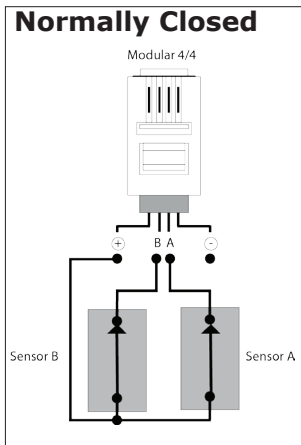

Fig. 2
Anslut larmgivaren till kabeln enligt fig 2 (NO) eller fig 3 (NC). Observera att du kan ha olika inställning (N.O. respektive N.C.) på de två ingångarna.